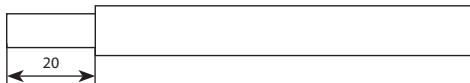

Рис. 12
4.2.1. Разрезать и снять оболочку с конца нагревательного кабеля (см. рис. 12).